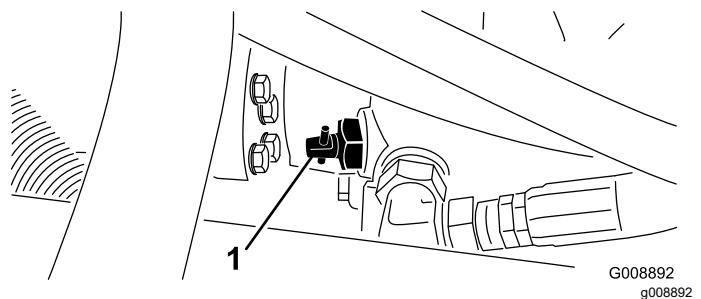

Figura 32
1. Girate la valvola di bypass, sulla pompa (Figura 32) a 90°.